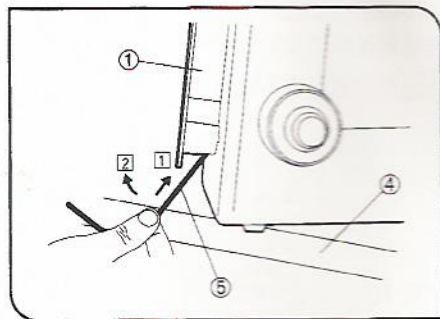

图 8
将显微镜移到桌子角④, 将六角扳手⑤放到线卡①较低部分, 向①和②方向推动六角扳手撬动整个线卡, 即可卸下。(图 8)